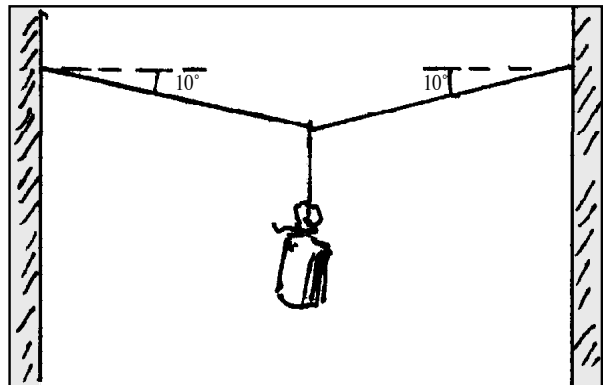

Fig. 6.40. Per l'esercizio 2
2. Un oggetto pesante 10 kg deve essere appeso ai ganci in fig. 6.40. La corda resiste a intensità di correnti di 200 N, con correnti più intense si rompe. Cosa succede? Si rompe o no?